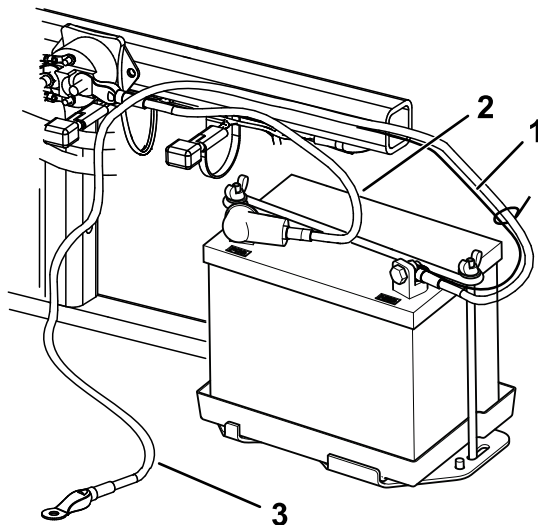

図 6
2. ボルト 1/4 x 5/8" とロックナットで、赤いプラス+ケーブルをバッテリーのプラス+端子に固定する (図 6)。
3. ボルト 1/4 x 5/8" とロックナット 1/4" で、細い黒ワイヤと黒いマイナスケーブルをバッテリーのマイナス端子に固定する (図 6)。